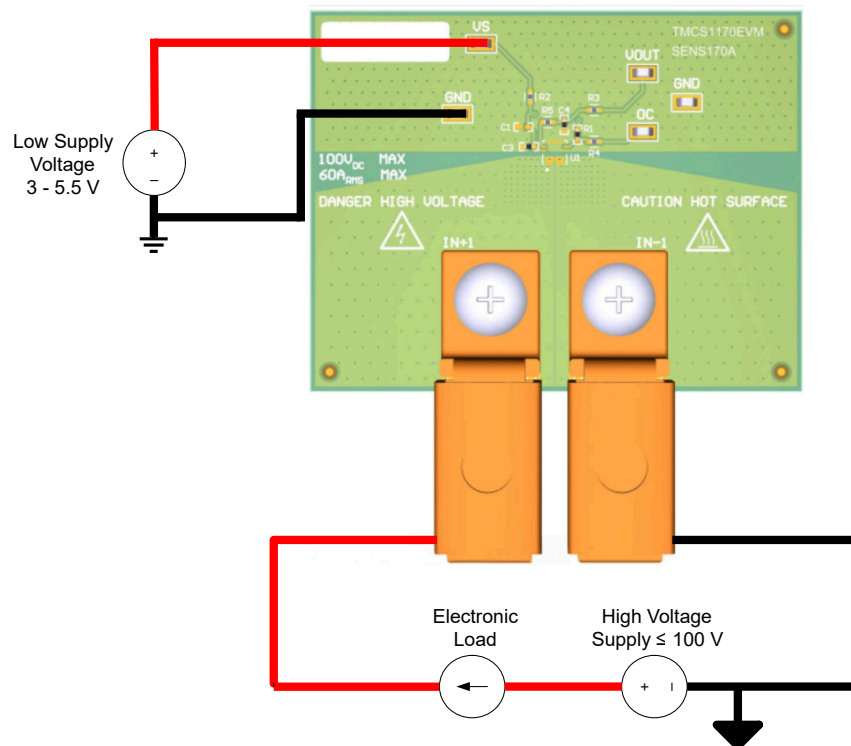

图 1-1. 用于功能隔离的低侧正向电流设置
以下是用以设置和使用 **TMCS1170EVM** 的说明。图 1-1 所示为 A4F (66mV/A) 灵敏度型号上的简单低侧设置示例。此器件可提供隔离，外部电源按高电压 (HV) (对于负载) 和低电压 (LV) (对于 DUT 电源) 加以区分。HV 电源可以隔离，并具有与 LV 电源不同的电位。
1. 如 **图 1-1** 所示，对于低侧测量，请将电子负载正极输入端子连接到能够提供所需最大负载电流的电源正极端子。对于高侧测量，请将电子负载正极输入端子连接到 EVM 的负载源端子 (IN+ 或 IN-)。对于正向电流的高侧测量，IN- 源到电子负载；对于反向电流，IN+ 源到负载。